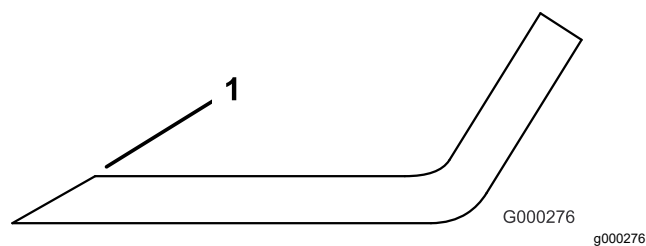

Figura 126
3. Inspeccione los filos de corte de todas las cuchillas, y afílelos si están romos o tienen mellas (Figura 126).
Nota: Afile únicamente la parte superior del filo y mantenga el ángulo de corte original para asegurar un filo correcto (Figura 126). La cuchilla permanece equilibrada si se retira la misma cantidad de metal de ambos filos de corte.